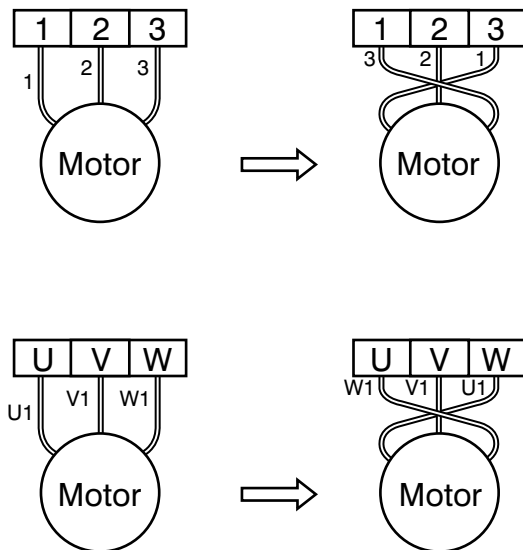

Fig. 7
(1) Ligue e desligue a chave de operação algumas vezes para verificar se a bomba está acionando normalmente. Para a bomba DSA, DNA, a chave de boia superior deve estar levantada para a bomba partir.
(2) A seguir, verifique o sentido de rotação. Se o volume de descarga estiver baixo ou houver a emissão de um som irregular quando a bomba está em operação, a rotação está invertida. Quando isto acontecer, inverta dois dos três cabos (consulte a Fig. 7).
(3) Assim que tiver confirmado que o sentido de rotação está correto, abra gradualmente a válvula de corte e verifique a pressão, a vazão, a corrente etc. (Consulte a seção de Diagnóstico e Solução de Problemas).